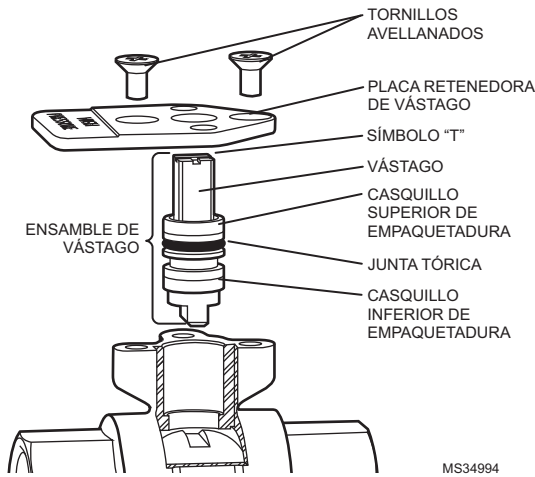

Fig. 34. Reemplazo del vástago de la válvula en línea.
El vástago de la válvula se puede reemplazar en línea, si es necesario. Consulte la Fig. 34.
7. Deslice el subeje por el vástago, con la lengüeta orientada como se indica en la Fig. 34.